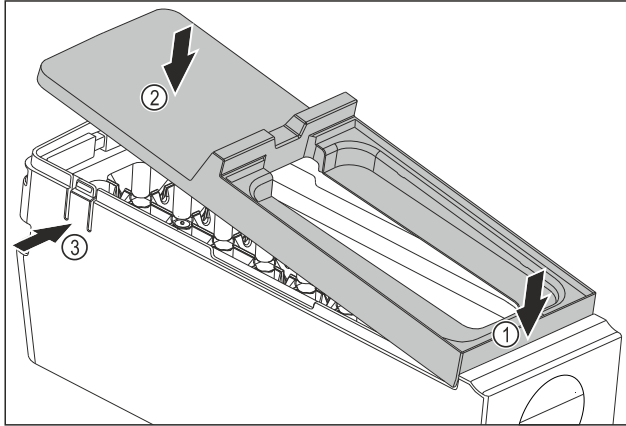

Fig. 133
- ▶ Afdekking van de EasyTwist-Ice-corpus monteren: Afdekking voor bevestigen. Fig. 133 (1)
- ▶ Afdekking achter neerlaten. Fig. 133 (2)
- ▷ Afdekking klikt hoorbaar in beide strips Fig. 133 (3) vast.